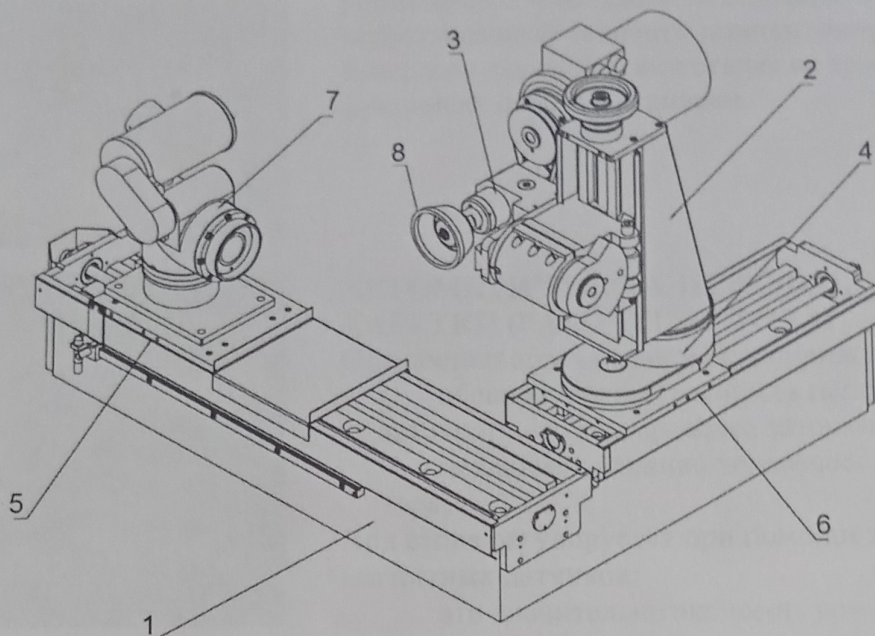

Рис.2
4.1.1. Общий вид станка представлен на рис.2,